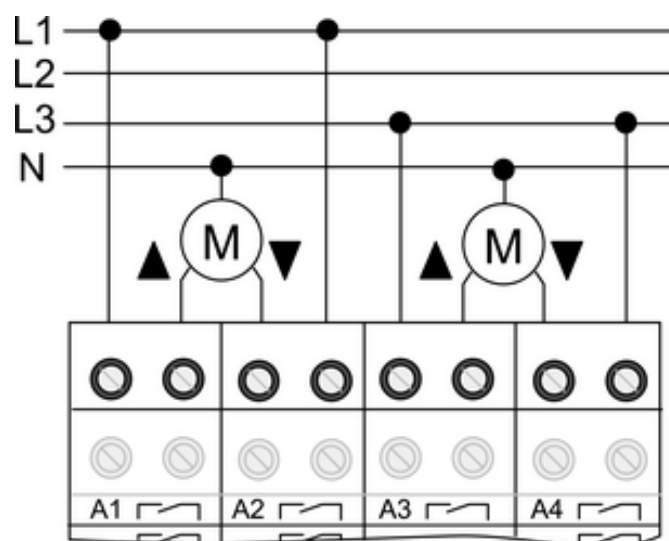

Figure 5
- Raccorder les entraînements (figure 5).